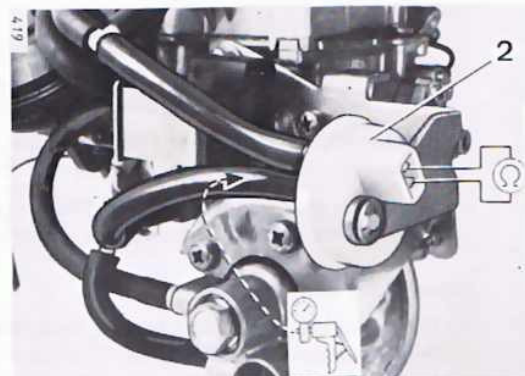

Bild 17
4.2 Thermozeitventil (Bild 17)